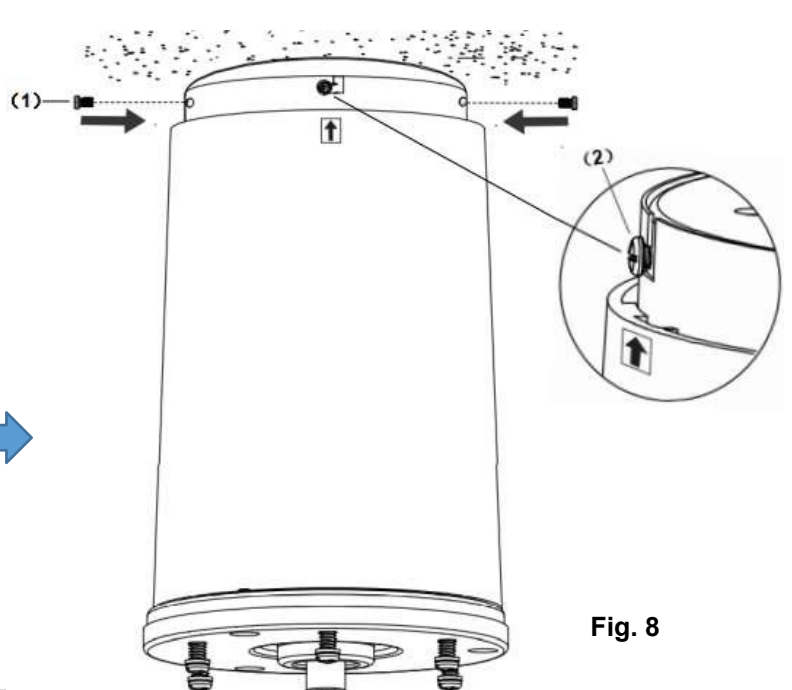

Fig. 8
- Fije y apriete los tornillos del tejadillo (1) al soporte de montaje. La marquesina colgante (3) tendrá 4 tornillos (1) y (2) en total. Evite dañar el cableado eléctrico preparado previamente al colgar la marquesina. (Fig.8)